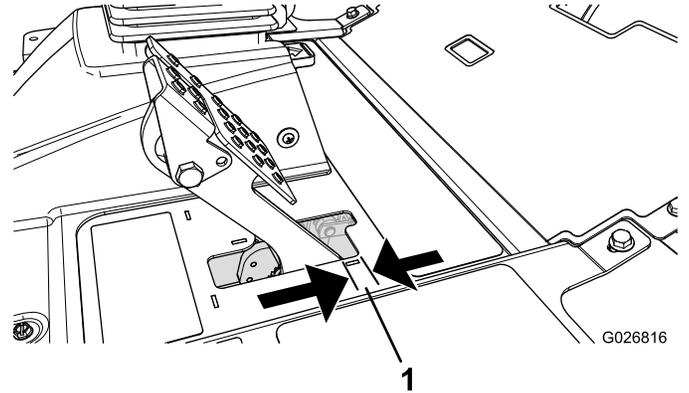

図 68
ブレーキペダルの「遊び」図 68が 2.5cm 以上となったり、強く踏み込まないとブレーキの効きが悪く感じられるようになったら、調整を行ってください。遊びとは、ブレーキペダルを踏み込んでから抵抗を感じるまでのペダルの行きしろを言います。
2. 後ナットを締めてケーブルを後方に移動させて、ホイールがロックする前のブレーキペダルの遊び図 68が 6.312.7mm なるように調整する。